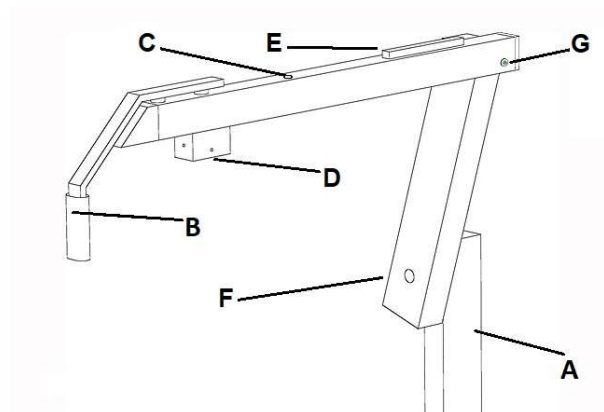

Abbildung 10: Physiologisch neigbarer Phoro­pterarm
- physiologisch neigbaren Phoro­pterarm (Abbildung 10)